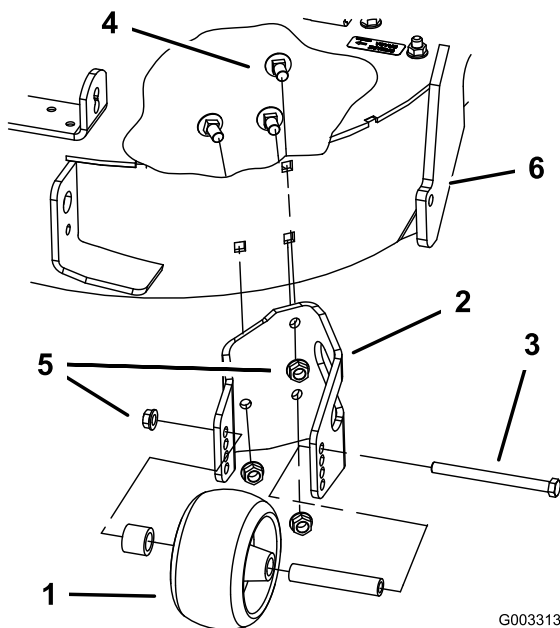

Figura 4
2. Rimuovete il rullo antistrappo dalla staffa allentando e rimuovendo il dado flangiato (3/8 poll.) e il bullone per assale (3/8 x 4-1/2 poll.) come mostrato nella Figura 4. Conservate tutta la bulloneria per un utilizzo successivo.
3. Togliete i tre bulloni a testa tonda (3/8 x 3/4 poll.) e i dadi flangiati (3/8 poll.) fissando la staffa al tosaerba (Figura 4).